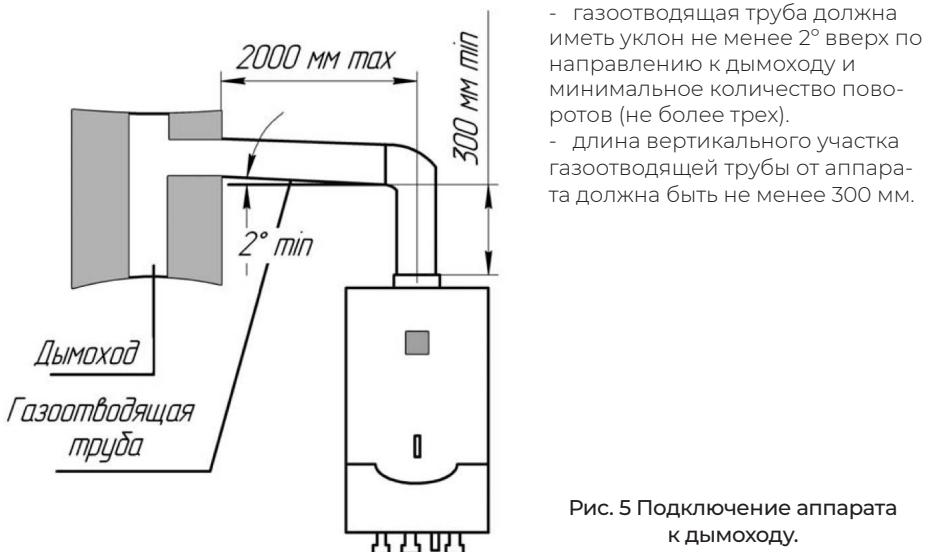

Рис. 5 Подключение аппарата к дымоходу.
9.1 Наиболее распространенная схема подсоединения газоотводящей трубы представлена на рис.5.